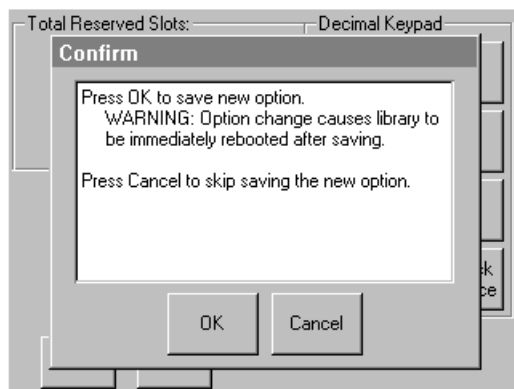

図 29: [Total Reserved Slots] 確認画面
4. 予約済みスロットの番号を入力してから [Save] を押して変更を確認します。確認画面が表示されます (図 29 を参照)。[OK] を押して、保存します。